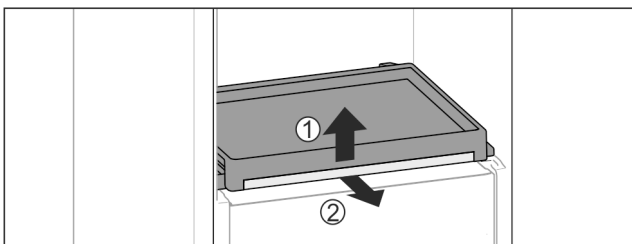

Fig. 111
- ▶ Auszugsbord mit Glasplatte entnehmen: Glasplatte vorne leicht anheben Fig. 111 (1) und nach vorne herausziehen Fig. 111 (2).